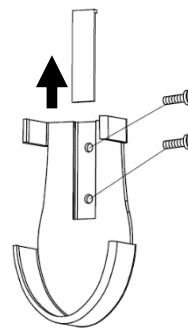

Fig. 13a
2. Retire la tapa de tornillos e instale el soporte utilizando los 2 tornillos y vuelva a instalar la tapa de tornillos. (Fig.13a).